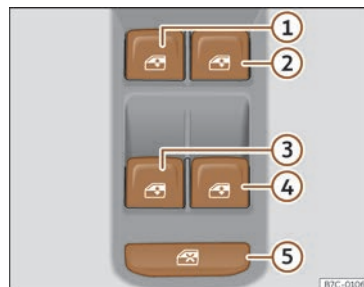

Fig. 81 Detall de la porta del conductor: comandaments per a les finestretes.
>>> **fig. 81** ⑤ de la porta del conductor podeu desactivar les tecles dels alçavidres de les portes del darrere.